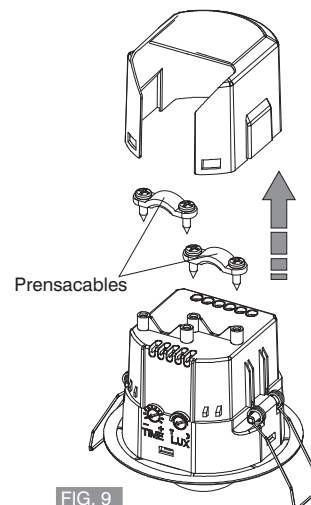

FIG. 9
- Quite la tapa de los bornes, afloje el/los prensacables (fig. 9).